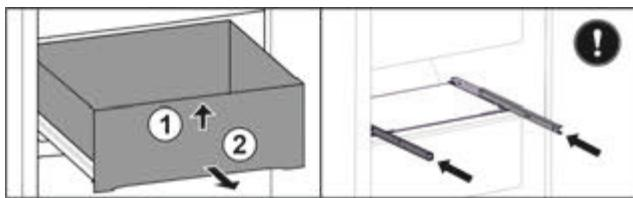

Fig. 98
- Підняти висувний ящик спереду. Fig. 98 (1)
- Вийняти висувний ящик рухом вперед. Fig. 98 (2)